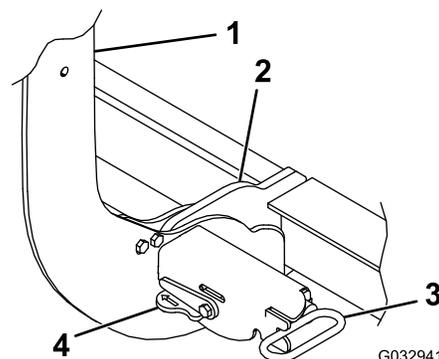

Bild 33
4. Stellen Sie die Hebel der Federstifte in die ENTSPERR-Stellung (Bild 33).